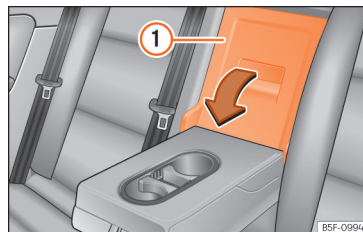

Fig. 155 Sullo schienale del sedile posteriore: apertura della sponda.
- Tirare la leva di sblocco nel senso della freccia e ribaltare completamente in avanti la copertura della sponda »» fig. 155 ①.